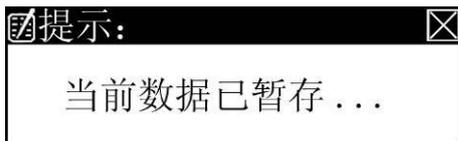

图 7.6
3) 在测试界面，将光标移到“暂存”按钮，按“确认”键则仪器将当测试结果暂时存到内存以便查看。出现提示框如图 7.6